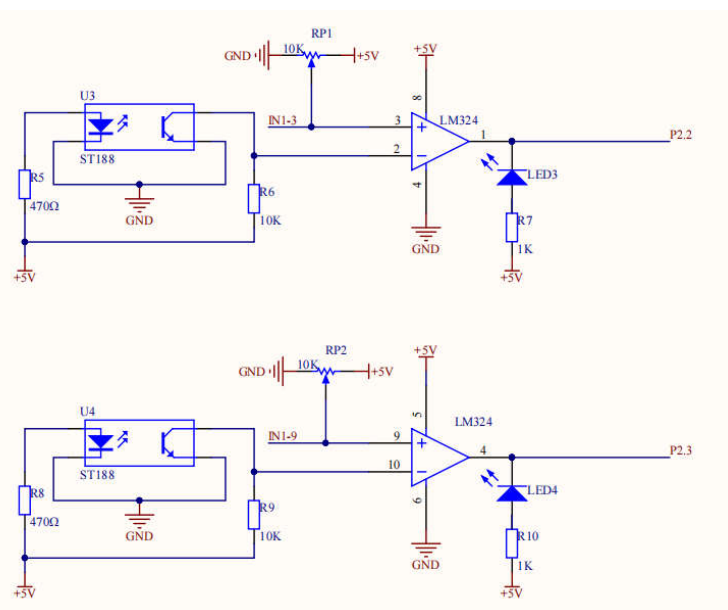
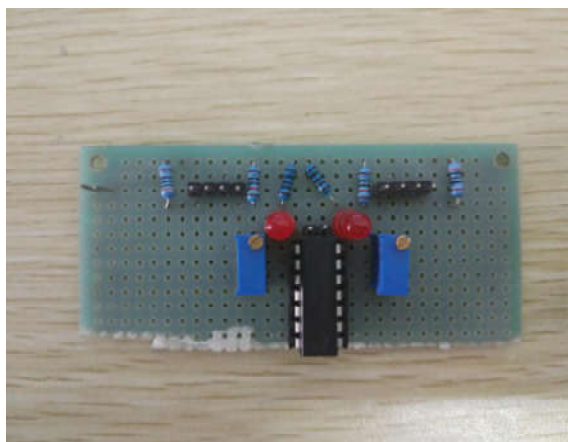

图 5.1 循迹模块原理图
图 5.2 循迹模块实物图
如图 5.1 所示电路，其中 lm324 起比较放大作用，一个 lm324n 芯片里面有四组放大器，在这里选用其中两组即可。图 5.1 中接单片机口建议接到单片机中断口 P3.2 P3.3 上。具体实物如图 5.2 所示。
- 1、参考图 5.1 在实验板上焊接硬件电路；
- ①改变滑动变阻器阻值，使得两个 led 灯处于常亮状态。
- ②在桌子上粘贴一段黑胶带，将 st188 传感器放在合适的位置（一般为黑线上方 1cm~2cm）如果传感器检测到黑线灯灭，则整个电路焊接正确。如果没有，则继续检查电路。